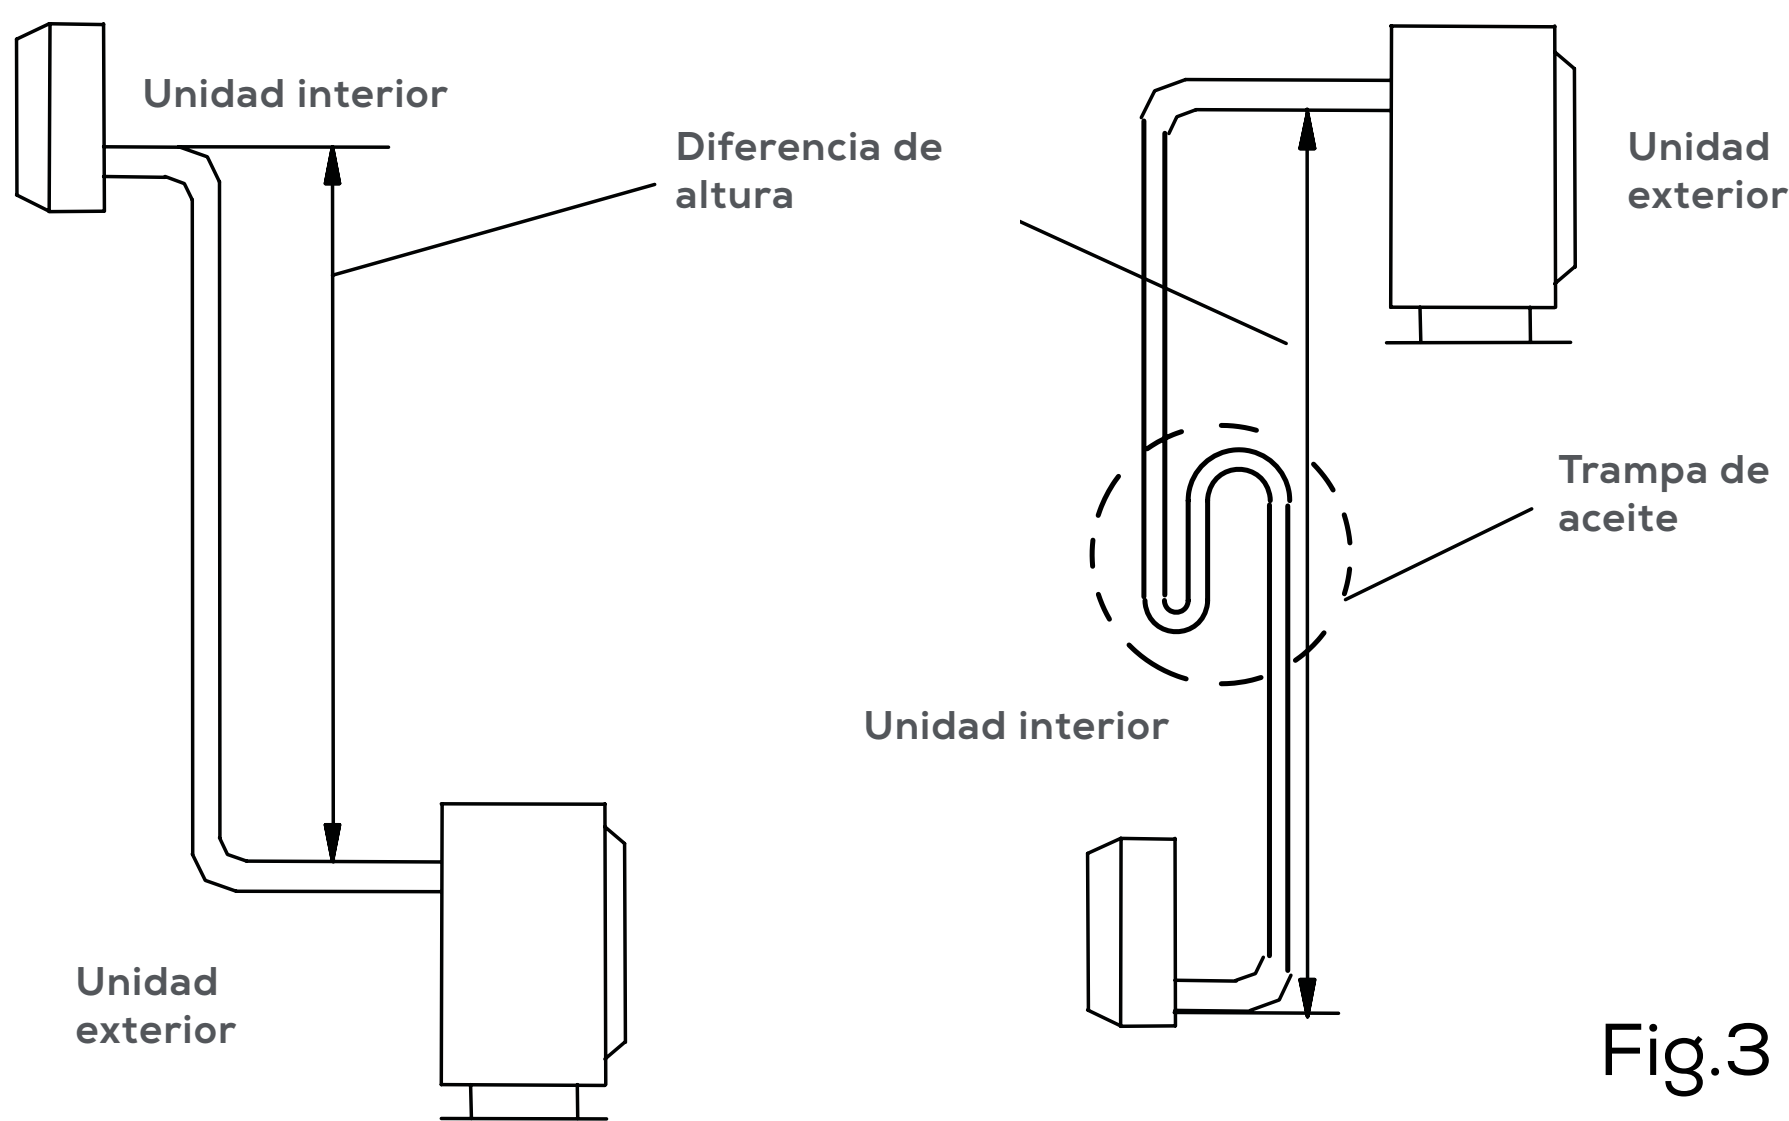

Fig.3
- Si la posición de instalación de la unidad exterior es más alta que la de la unidad interior y el tubo de gas mide más de 10 m, agregue una trampa de aceite en el tubo de gas cada 8 m. (Fig. 3)